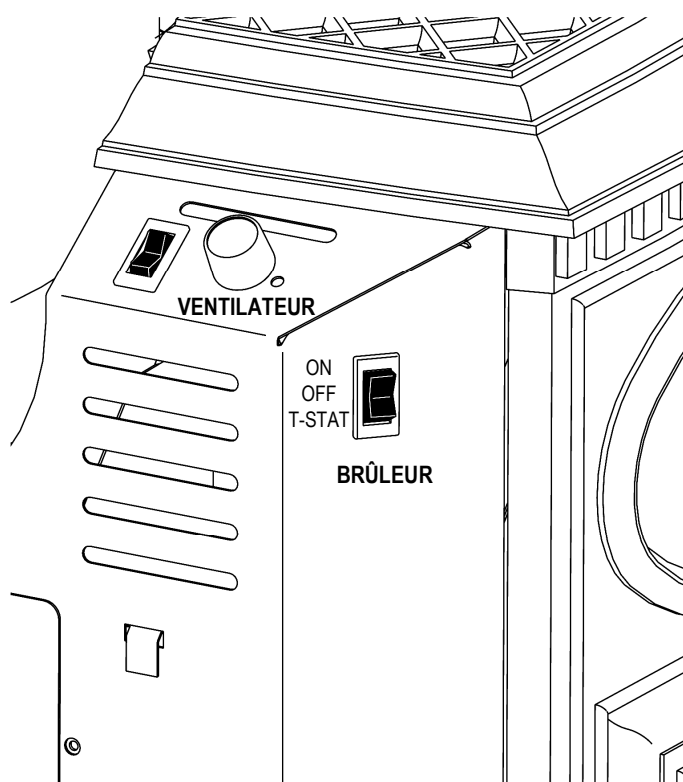

Figure 39. Commutateur du brûleur et contrôles du ventilateur optionnel.
1. Une fois la veilleuse allumée, le brûleur est contrôlé par le commutateur à bascule situé au coin gauche du panneau arrière. Voir fig. 39.